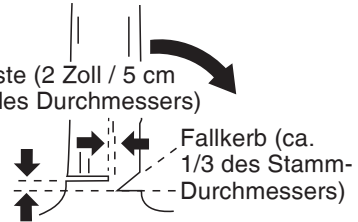

Abb. 18
- Führen Sie den Fällschnitt waagerecht in einer Höhe von mindestens 5 cm oberhalb des horizontalen Schnitts des Fallkerbs aus (Abb. 18).